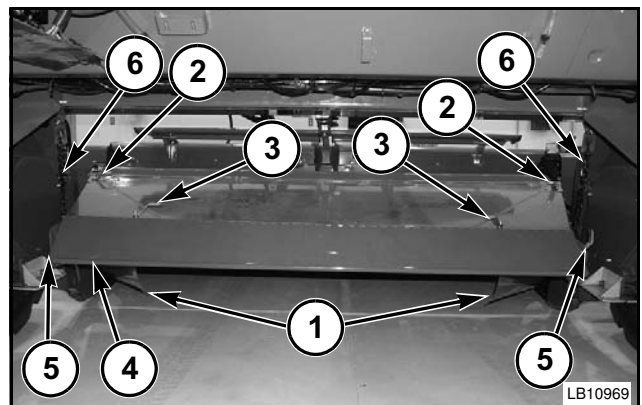

FIG. 9
FIG. 9: Para ajustar los blindajes de formación de hileras (1), afloje las manijas de ajuste delantera (2) y trasera (3). Coloque los blindajes de formación de hileras en la posición deseada. Ajuste las palancas.